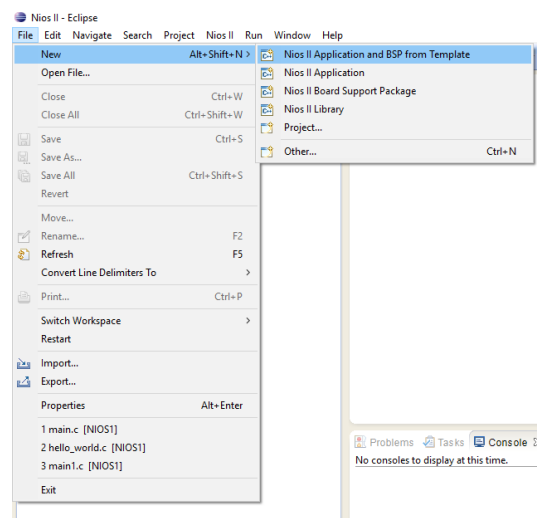

Ilustración 19: Selección de una nueva Aplicación para Nios II.
25. Inmediatamente se abra el entorno de programación Eclipse, procedemos a crear un nuevo proyecto, seleccionamos **File → New → Nios II Application and BSP from Template** tal como se ve en la ilustración 19.